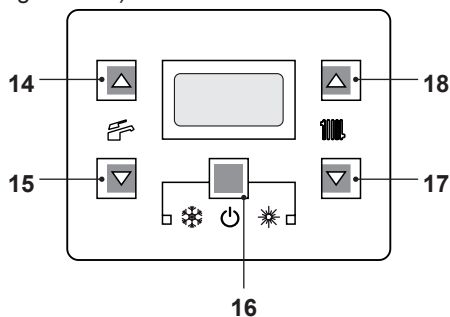
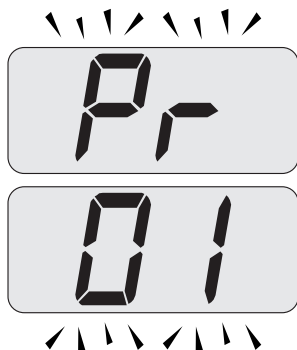
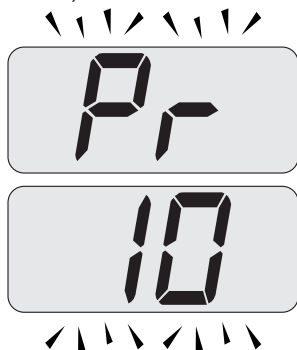

Figura 5.45
Figura 5.46
Figura 5.47
- Entrare in "modalità programmazione" premendo contemporaneamente per 10 secondi i tasti 16 - 17 - 18 (Figura 5.45) fino a far apparire sul display LCD le lettere Pr che si alternano con il codice 01, indicanti l'entrata nel "parametro 01" (Figura 5.46).
- Scorrere i vari parametri utilizzando i tasti 17 o 18 fino a far apparire sul display LCD le lettere **Pr** che si alternano con il codice **10**, indicanti l'entrata nel "parametro 10" (Figura 5.47).
- Premere contemporaneamente i tasti 16 e 18 (Figura 5.45) fino a far apparire sul display LCD il valore del parametro 10 (30=180 secondi) (Figura 5.48).
- Premendo il tasto 16 (Figura 5.45) si ottiene la conferma del valore inserito.
- Premendo contemporaneamente i tasti 16 e 17 (Figura 5.45) si esce senza modificare il valore (ritorno alla lista parametri Figura 5.47)
- Premendo contemporaneamente per 10 secondi i tasti 16 - 17 - 18 (Figura 5.45) si esce dalla "modalità programmazione".